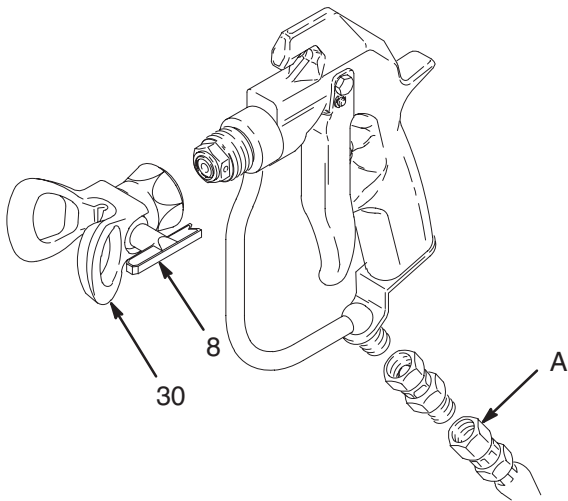

Fig. 2 04731
1. Kople en elektrisk ledende maleslange (A) til inntaket på pistolen. Se Fig. 2.
4. Monter SwitchTip dysen (8) og dyseholder (30). Følg instruksjonene i den medfølgende håndboken. Se Fig. 2.